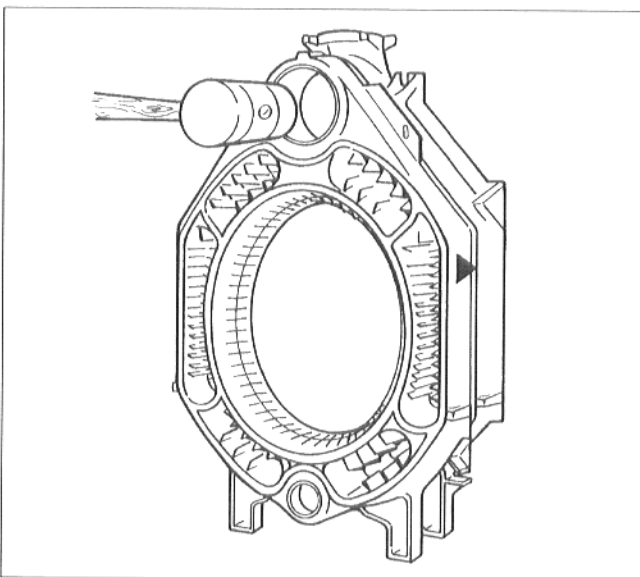

Рис. 12
- Установить первый средний элемент верхней и нижней ступицами на ниппеля в заднем элементе и прибить его молотком (деревянным или резиновым) легкими ударами крест-накрест к заднему элементу (рис. 12).